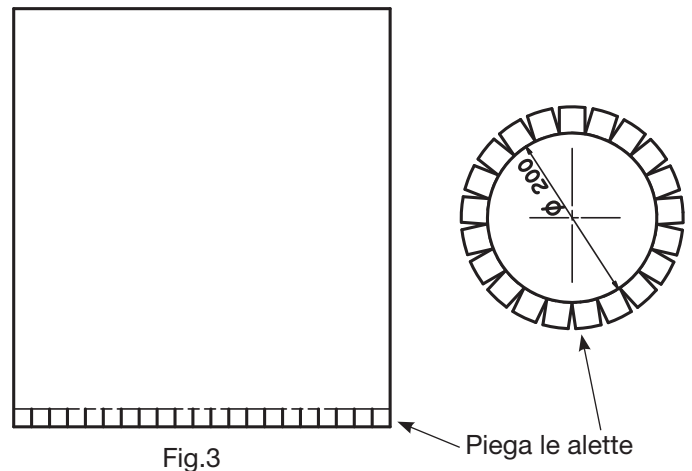

Fig.3
- Dobre as abas da folha de plástico fornecida (fig.3).